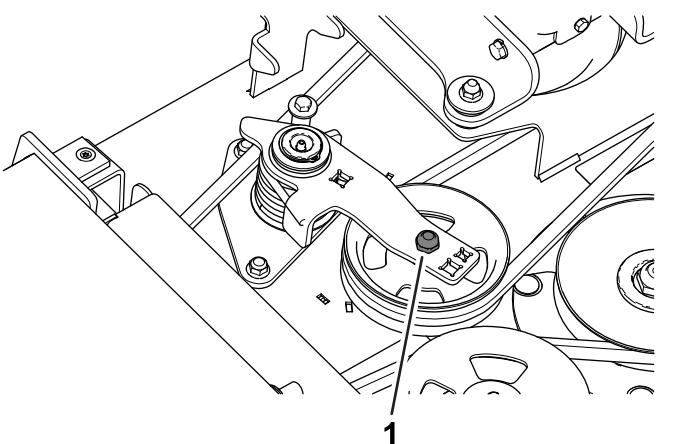

Figura 28
3. Usando una llave dinamométrica u otra herramienta similar, aleje la polea tensora (Figura 28) de la correa de transmisión para aliviar la tensión de la correa y poder retirar la correa de la polea de la caja de engranajes.